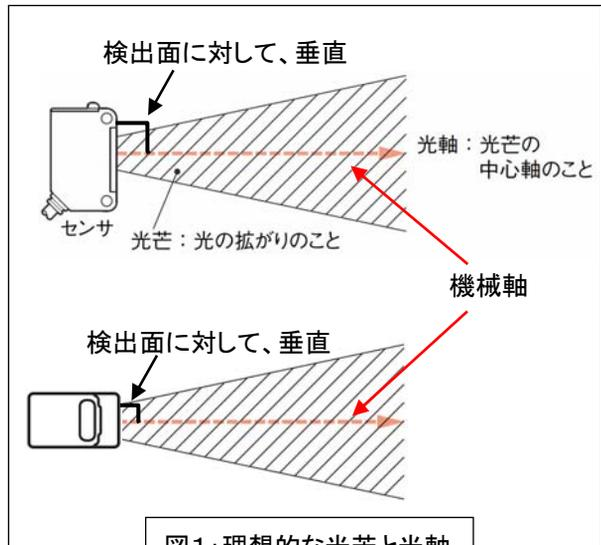

図1:理想的な光芒と光軸
- ・理想的な光軸は、検出面に対して垂直になっています。(図1)(これを、特に機械軸と呼ぶ場合があります。)